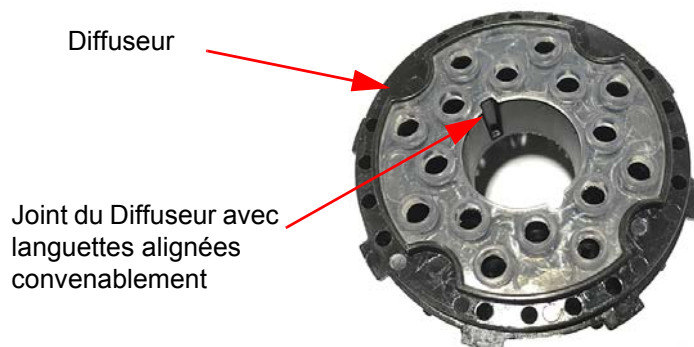

Figure 71
- Assurez-vous d'abord que **le joint d'étanchéité du diffuseur** est bien installé et qu'il est bien positionné sur le dessus **du diffuseur** (voir Figure 71). Ensuite, pousser le diffuseur sur la base de la buse afin que le joint du diffuseur soit contre cette base (voir la Figure 70).